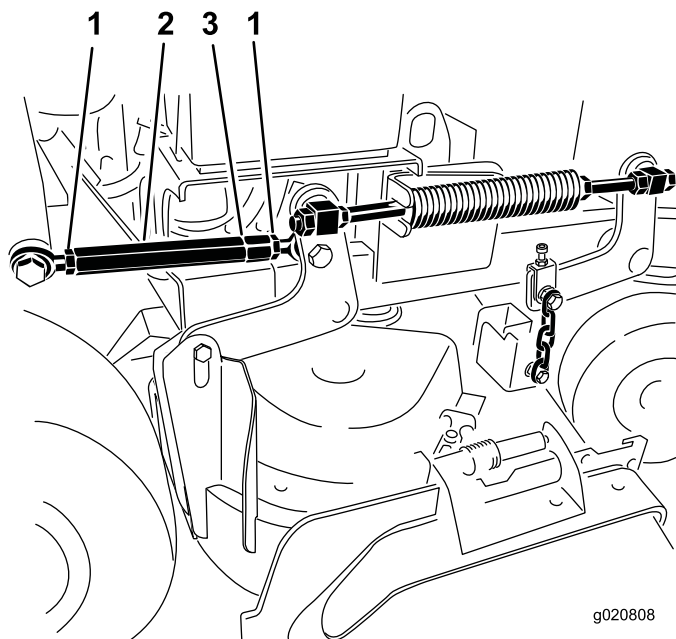

図 87
4. ターンバックルの両端にあるジャムナットをゆるめる **図 87**。
注 ターンバックルの端部に溝が切つてある側のネジは左ねじですから注意してください **図 87**。